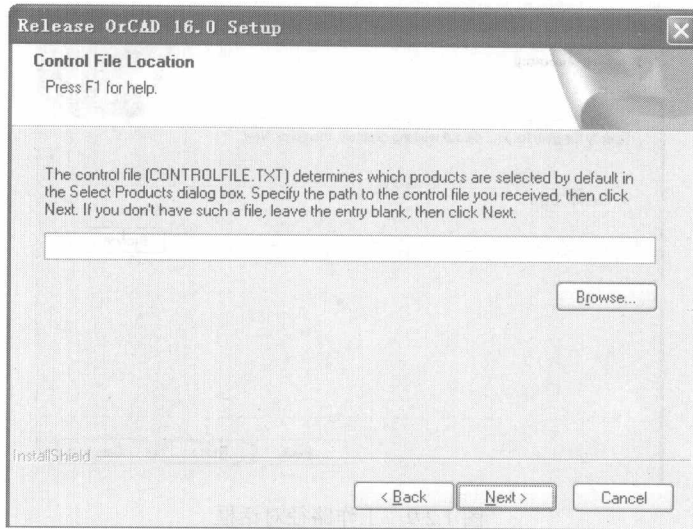

图 1.2.7 控制文件路径对话框
(5) 在弹出的如图 1.2.7 所示的控制文件路径对话框中,单击 Next 按钮。